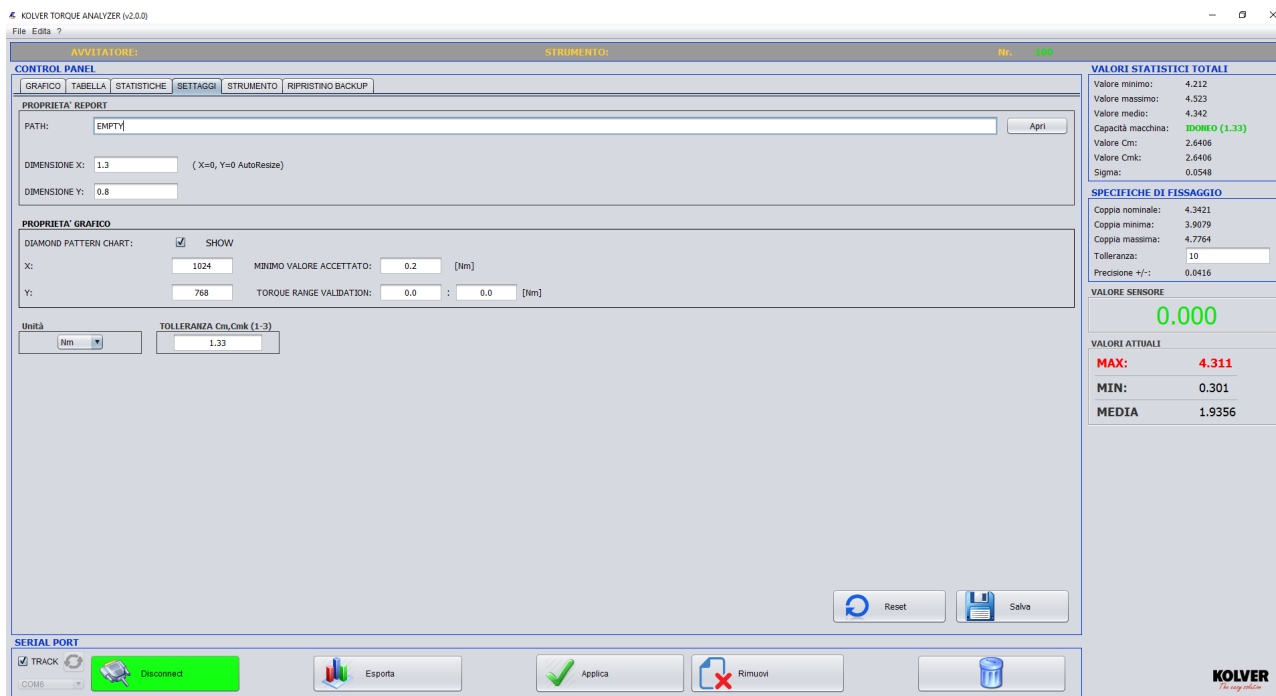

Fig.6: Sezione “SETUP”, parametri di default.
- D. **SETTAGGI:** Area di settaggio del software per le funzionalità di visualizzazione ed esportazione dei risultati, (Fig.6).